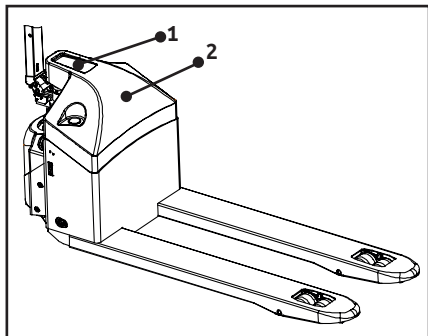

Figura 6
- ① Desligar o porta paletes e, o interruptor de paragem de emergência.
- ② Aliviar o parafuso 1 e retirar a tampa 2. (Figura 6).